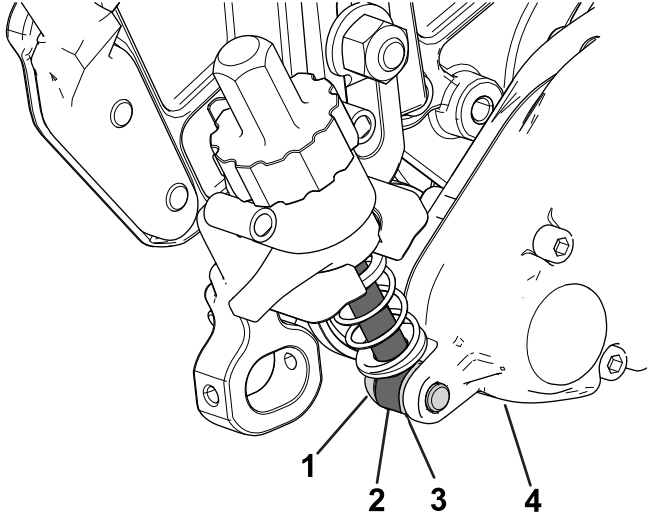

Bild 12
- Positionieren Sie auf der Groomerantriebsseite die Einstellarmstange der Schnitthöhenhalterung an der Innenseite des Groomerantriebs und sichern Sie diese mit einer Ansatzschraube und einer gehärteten Unterlegscheibe, wie in Bild 12 dargestellt. Ziehen Sie die Ansatzschraube auf ein Drehmoment von 16 bis 22 N·m an.